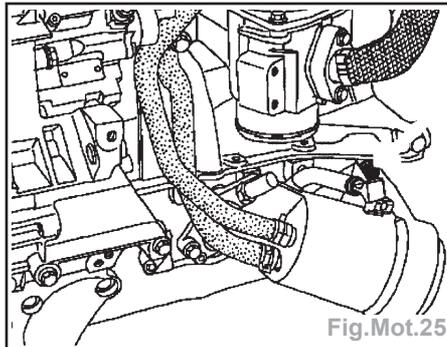

Fig.Mot.25
- Déposer le bouchon de la pige de Point Mort Haut (flèche) (Fig.Mot.25).